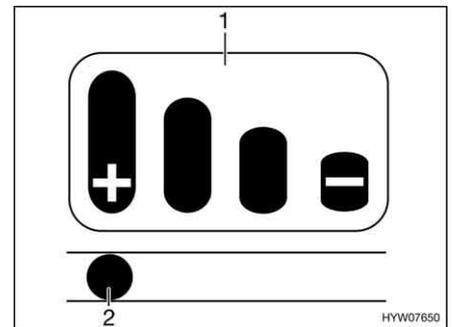

Fig. 194 Indicación del desgaste
En la palanca de acoplamiento se ha instalado una indicación del desgaste (Fig. 194) con un diagrama de barras (Fig. 194,1).
- Cuando el perno (Fig. 194,2) en el agujero oblongo se encuentra en la marca "+", los forros de fricción todavía se encontrarán en estado nuevo.